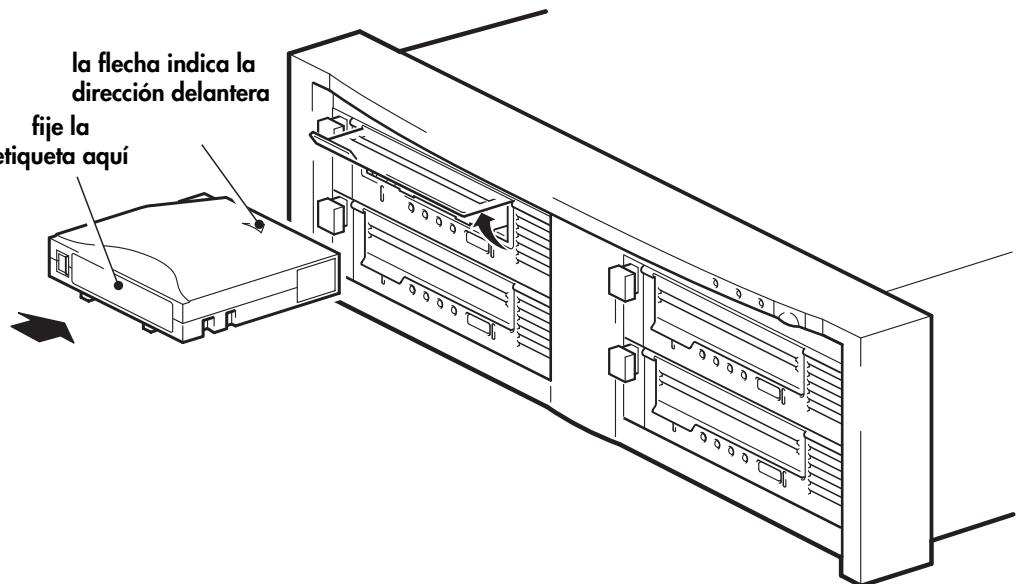

Figura 6a: carga de un cartucho
- 1 Levante la puerta del cartucho e inserte el cartucho en la ranura de la parte frontal de la unidad con la flecha blanca hacia arriba y de cara a la puerta de la unidad. Aplique una ligera presión hasta que la unidad de cinta coja el cartucho y lo cargue. (Véase la Figura 6a.)